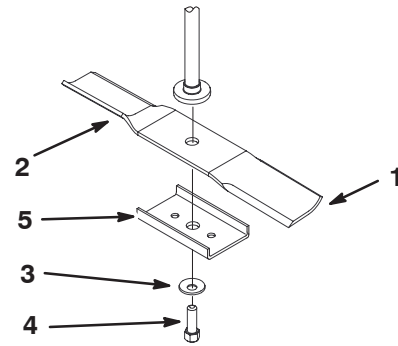
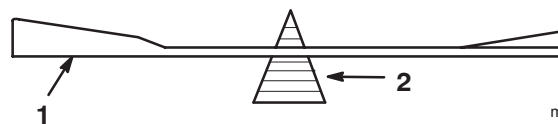

Figure 27
Figure 29
Tenez la lame à son extrémité avec un chiffon ou un gant épais. Enlevez le boulon, la rondelle bombée, le renfort et la lame de l'axe (Fig. 27).
2. Vérifiez l'équilibre de la lame en la plaçant sur un équilibreur (Fig. 29). Si la lame reste horizontale, elle est équilibrée et peut être utilisée. Si la lame est déséquilibrée, limez un peu l'extrémité de la partie incurvée seulement (Fig. 27). Répétez la procédure jusqu'à ce que la lame soit équilibrée.
1. Placez la lame sur l'axe (Fig. 27).
2. Montez le renfort, la rondelle bombée (face concave vers la lame) et le boulon de lame (Fig. 27). Serrez le boulon de lame à 47–88 Nm (35–65 pieds-livre)